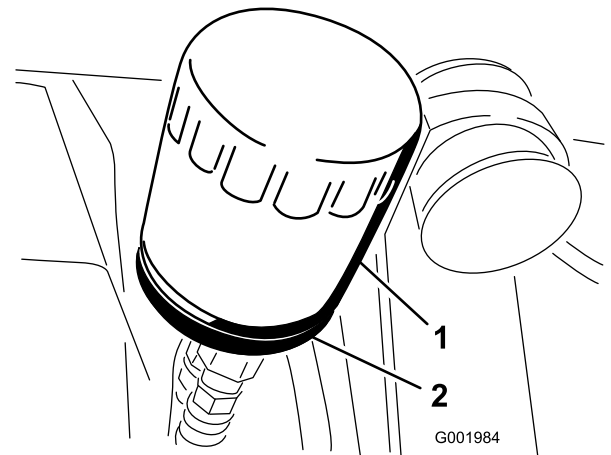

図 47
2. オイルフィルタ (図 47) を外す。
- アダプタに新しいフィルタを取り付ける。ガスケットがアダプタに当たるまで手でねじ込み、そこから更に 1/2 回転増し締めする(図 47)。